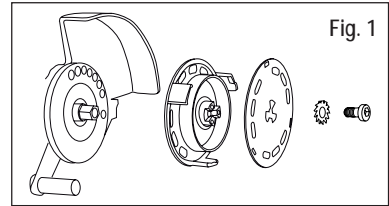
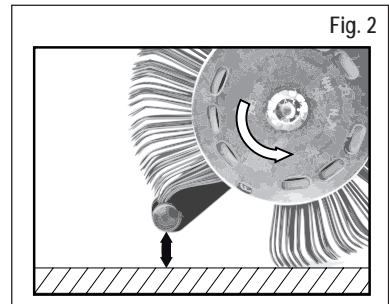

Fig. 1
Fig. 2
3. Desconecte la alimentación de aire comprimido y sujete correctamente la cinta **MBX®** Die Blaster® de 11 mm con el correspondiente sistema receptor **AS012** (controle la dirección de marcha) y la arandela de frenado dentellado prevista para ello y el tornillo de la herramienta. Véase Fig. 1 y Fig. 2
- ¿Utiliza una cinta **MBX**® en la dirección de funcionamiento errónea? – Alinee la cinta de escobillas de forma que funcione en la dirección prescrita (véase el capítulo 6, Puesta en funcionamiento, fig. 2).